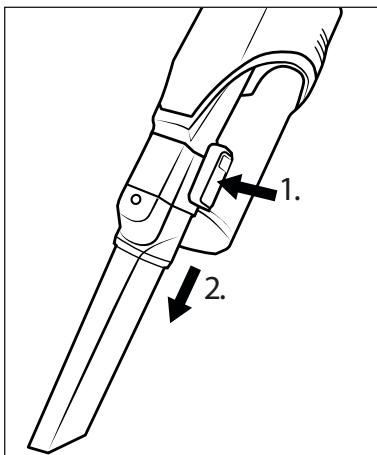

Fig. 15
- ♦ Para desmontar el accesorio, mantenga pulsado el botón de desencastre del accesorio y tire de este para extraerlo del tubo de aspiración **24** o del orificio de aspiración del aparato (consulte la fig. 15).